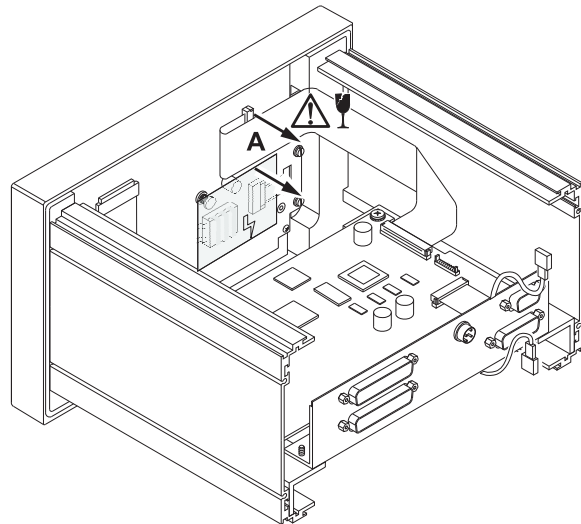

Bild D 7-16: Lösen des Flachband-Anschlusskabels von der Displayplatine
2. Entfernen Sie vorsichtig das flache Display-Verbindungskabel von der Anschlussleiste auf der Display-Platine (A). Achten Sie darauf, Kabel und Verbinder nicht zu beschädigen! (Bild D 7-16)